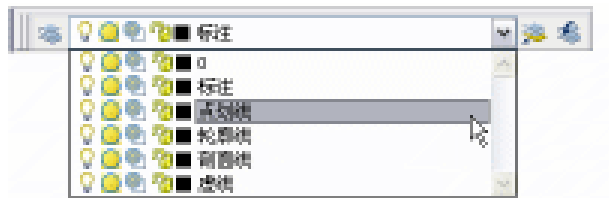

图 5-2-7
- STEP 12** 在工具栏的图层下拉列表框中选择需要的层即可进入到要编辑的层，如图 5-2-7 所示。